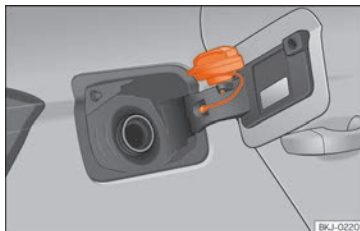

Fig. 58 Tapa del depósito con el tapón encajado.
- Colóquelo en el espacio que hay en la bisagra de la tapa abierta »» fig. 58.